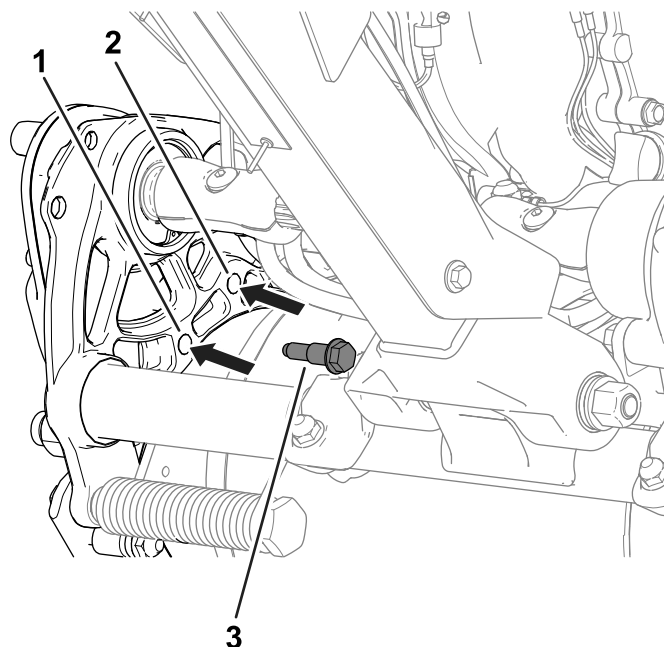

Figura 19
2. Îndepărtați uruburile cu umăr (Figura 19) de pe fiecare parte a mainii care fixează carcasa unităii de acionare a tamburului pe cadru.
4. Utilizai uruburile cu umăr îndepărtate anterior pentru a fixa carcasa unităii de acionare pe cadru (Figura 19).